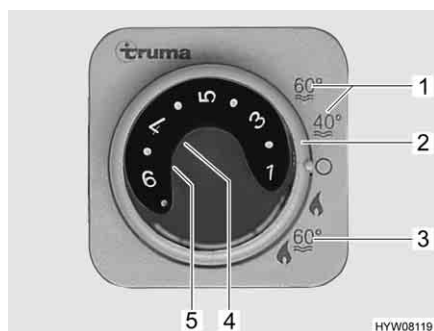

Fig. 114 Centralina di controllo per riscaldamento/boiler
Il boiler si accende dalla centralina di controllo (Fig. 114) con l'interruttore girevole (Fig. 114,2).
Durante il funzionamento invernale "Riscaldamento e boiler" (Fig. 114,3), accendendo il riscaldamento è riscaldata automaticamente anche l'acqua nel boiler. Quando il riscaldamento si spegne al raggiungimento della temperatura ambiente desiderata, il boiler continua a riscaldare l'acqua, fino a quando questa raggiunge la temperatura impostata.
Durante il funzionamento estivo (Fig. 114,1) l'acqua è riscaldata soltanto nel boiler fino a 40 °C o 60 °C. L'acqua si riscalda a 60 °C in ca. 25 minuti. La spia di controllo gialla (Fig. 114,5) si accende durante la fase di riscaldamento del boiler.
L'alimentazione di tensione per il boiler non può essere interrotta interrompendo l'alimentazione a 12 V sul pannello di controllo. A seconda del modello, in caso di guasto si accende la spia rossa di controllo (Fig. 114,4) sulla centralina di controllo (vedi capitolo 14).
- Sulla centralina di controllo (Fig. 114) posizionare l'interruttore girevole (Fig. 114,2) su "Funzionamento estivo" (Fig. 114,1).
La spia di controllo gialla (Fig. 114,5) si accende durante la fase di riscaldamento. Al raggiungimento della temperatura dell'acqua desiderata, la fase di riscaldamento termina e la spia di controllo gialla si spegne.
- Sulla centralina di controllo (Fig. 114) posizionare l'interruttore girevole (Fig. 114,2) su "O".
- Sulla centralina di controllo (Fig. 114) posizionare l'interruttore girevole (Fig. 114,2) su "O" oppure l'interruttore a levetta (Fig. 115,1) su "O".